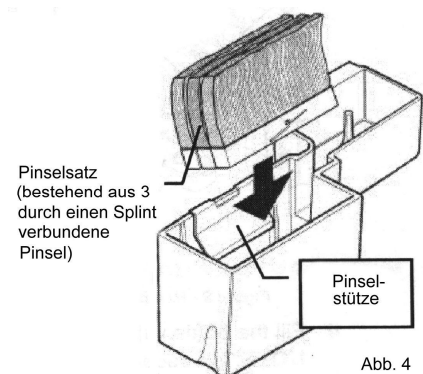

Abb. 4
- Pinselsatz in den Wassertank einsetzen. Dabei muß der kürzeste der 3 Pinsel vor die Pinselstütze positioniert werden (siehe Abb.4).